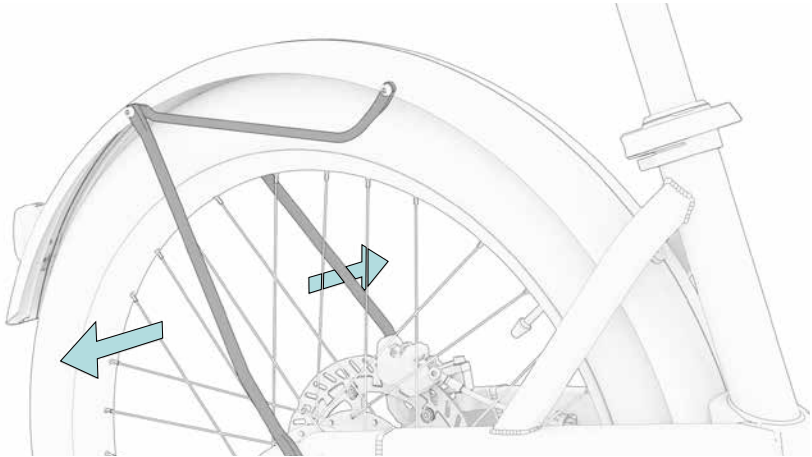

Abb. 5
Die Schutzblechstreben des Hebie Wingee Schutzblechs sind links und rechts an jeweils drei Schraubpunkten befestigt und werden mittels eines Torx 25 Schlüssels abgeschraubt, sodass die Schraubpunkte frei für die Befestigung des Schutzblechs am Gepäckträger sind. Verwende hierzu das dafür vorgesehene Anbindungsblech ③ (Abb. 5, 6, 7).